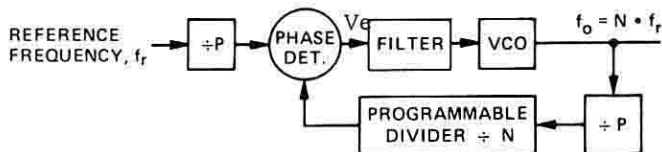

Fig. 3 - Sintesi di frequenza con prescaler (divisore) internamente al PLL.
2) **PLL con prescaler:** Il sistema rappresentato in fig. 3 è per alcuni aspetti migliore di quello precedente, in quanto in esso le moltiplicazioni avvengono internamente all'anello. Naturalmente il VCO in questo caso deve oscillare a frequenze più alte, ma i circuiti sintonizzati di accordo sono comunque eliminati. Il blocco prescaler ($\div P$), consiste in un certo numero di FLIP-FLOPS, collegati in cascata e funzionanti come divisori fissi. La frequenza del VCO ($\div N$) è bassa come lo era per il sistema in fig. 2, ed il tempo di risposta dell'anello è proporzionale ad essa.